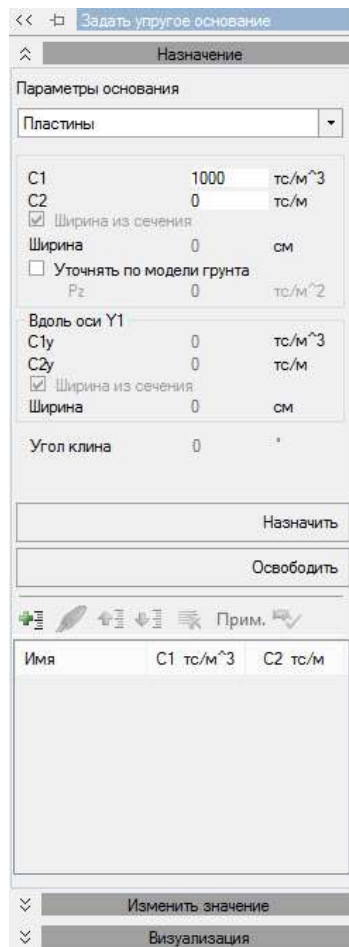

Рис. 3.37 Упругое основание
- В режиме «Назначить жесткости» в списке сечений выберите «3. Пластина (20)», в списке материалов – «1. Лн. Изотр.» и нажмите кнопку «Назначить»;
- Выберите тип элементов «**Пластины**» и введите значения коэффициентов постели (Рис. 3.37);